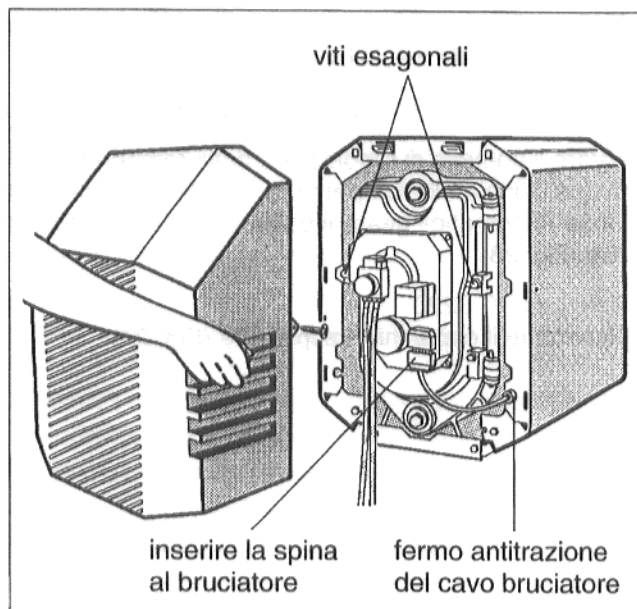

Fig. 24
- Svitare il dado sul retro del fermo antitrazione e regolare la lunghezza del cavo bruciatore dal fermo antitrazione al bruciatore. Ristringere il dado di bloccaggio (Fig. 24).
- Svitare le viti esagonali sulla porta del bruciatore, aprire la porta ed estrarla dalle cerniere (fig. 24).